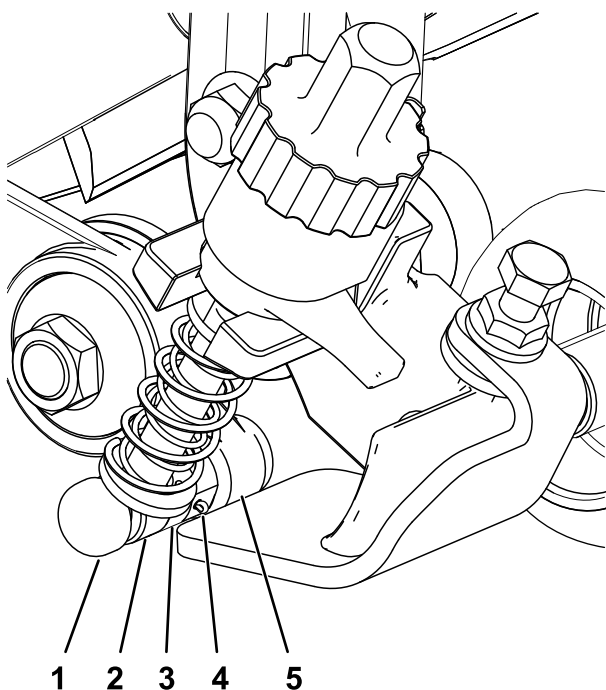

Figura 13
6. Com o cilindro preso, aperte a cabeça sextavada do eixo da caixa da transmissão com 135 a 150 N·m; consulte a Figura 13.
3. No lado do conjunto do rolete, alinhe a barra do braço de ajuste do suporte da altura de corte com o anel de ajuste no conjunto do rolete e fixe-a com um pino de ajuste e um perno de gancho (Figura 13).